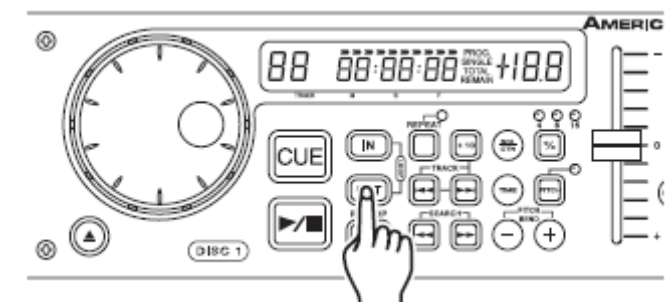

Figura 18
4) Premere il pulsante Reloop (16) per riattivare il ciclo. Premere il pulsante OUT (11) per disattivarlo.
5) Premere di nuovo il pulsante OUT (11) quando si raggiunge il nuovo punto finale (Figura 18).
- Per un ciclo più corto: premere il pulsante OUT (11) nel punto più vicino della traccia.
(Figura 18).